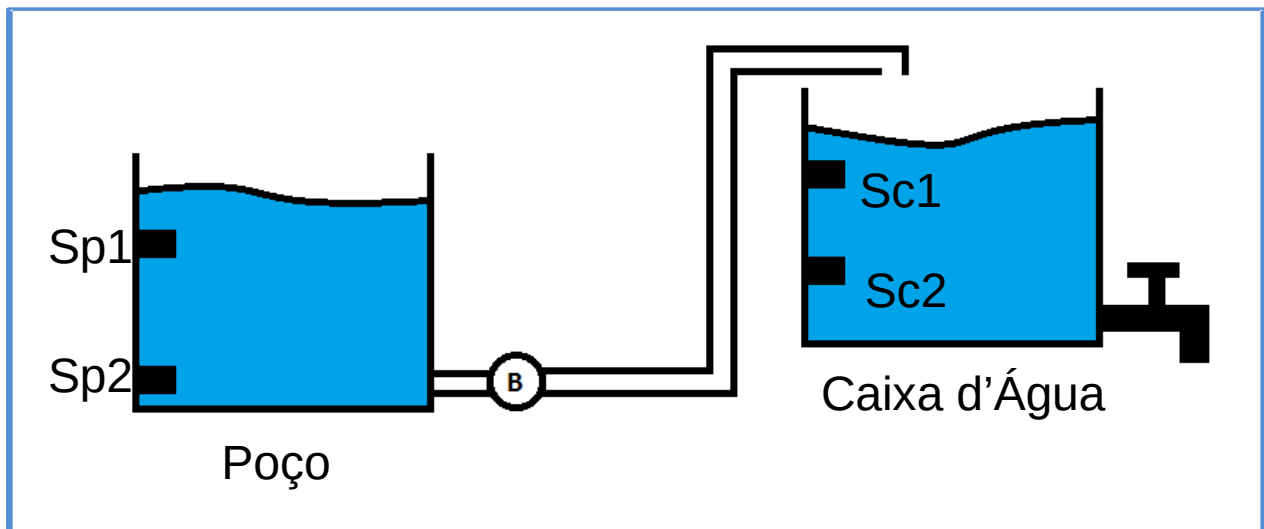

Figura 10 - Problema com poço e caixa d'água.
- Projetar, utilizando um CI 74HC02, 4 portas NOR, um Flip-Flop SR com Enable. Poste o diagrama lógico e a Tabela Verdade, deixe claro se o SET é ativo em “1” (S) ou “0” (S’), o mesmo para o RESET (R ou R’) e o Enable (En ou En’);
d. **(Opcional)** Projetar um controlador de bomba d'água utilizando flip-flops RS. Considerar a situação esquematizada na figura 10 e as seguintes premissas: